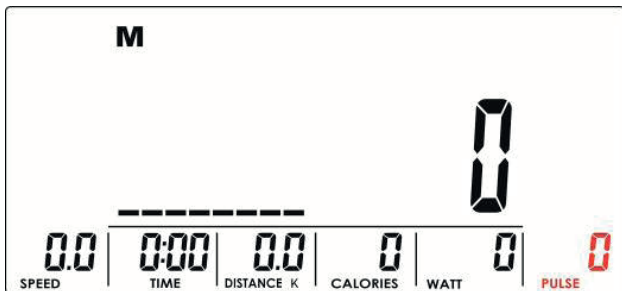
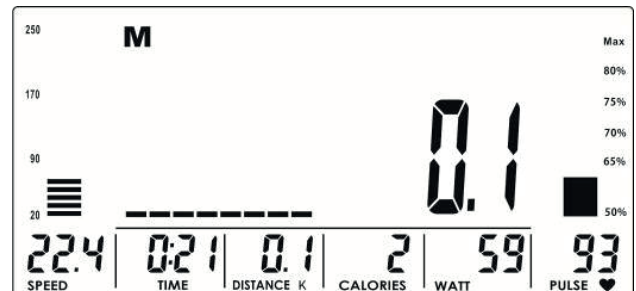
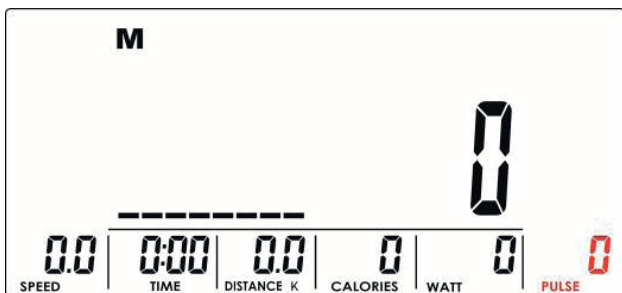

Abbildung 23
Abbildung 24
Abbildung 25
4. Der LCD Bildschirm zeigt den BMI (Abb. 23), den Fettanteil (FAT %, Abb. 24) und das Körperfettsymbol (BODY FAT, Abb. 25) an.